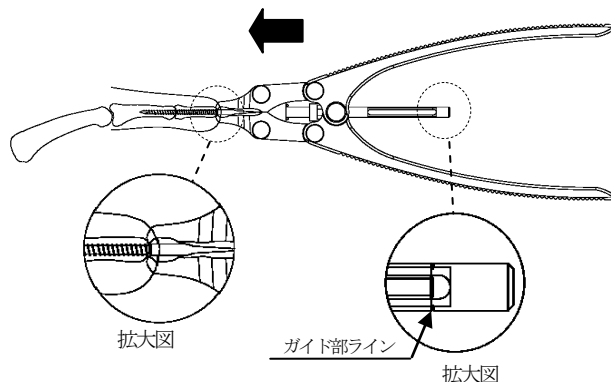

図8
- 6) スクリュー切断部が骨内に埋没していないことを確認し、1.5/2.0 スクリューカッターを矢印の向きに挿入します。スクリー後端がスクリーカッターのガイド部ラインと一致していることを確認し、スクリーを切断します。(図8)